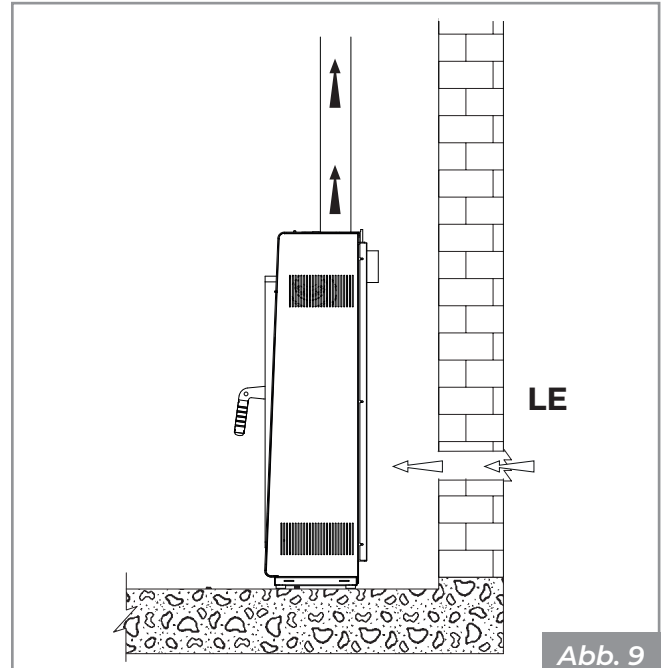

Abb. 9
- aus der Installationsumgebung oder aus geeigneten Nebenräumen kommen (Abb. 9)
Den Lufteinlass an der Wand vornehmen (**Abb. 9 - PA = Lufteinlass**), und das Gerät Luft in den Raum ansaugen lassen.